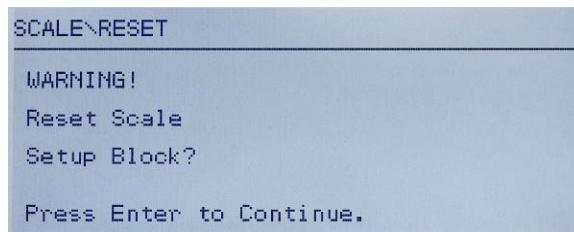

Figura 3-31: Tela Advertência de Redefinição do Terminal
4. Use a tecla de navegação PARA BAIXO para selecionar Redefinir e pressione ENTER. A tela mostra uma mensagem de advertência sobre definir a configuração da Balança (Figura 3-31).